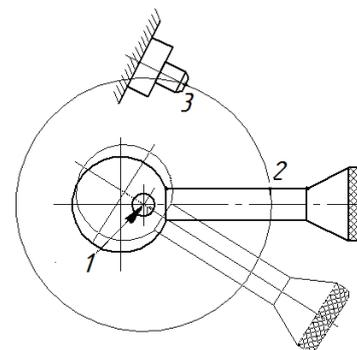

Рис. 2.18
- В ответ на запрос **Укажите точку центра поворота...** укажите (•)1 (рис. 2.18).
- В ответ на запрос системы **Укажите новое положение базовой точки...** укажите (•)3. Используйте привязку **Пересечение** (рис. 2.18). Деталь будет повернута в требуемое положение.